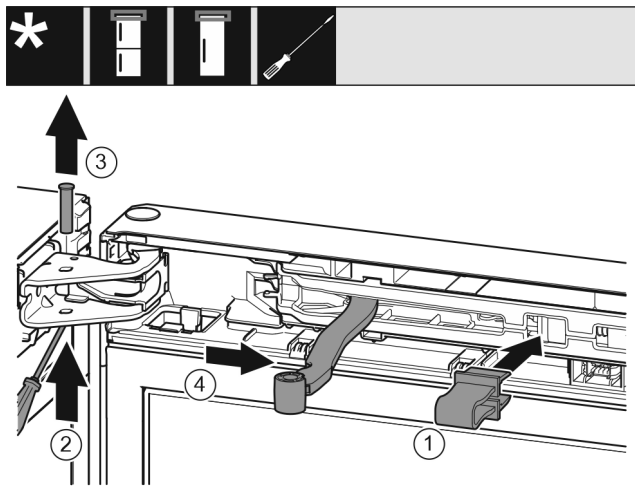

Fig. 9
- ▶ Enclencher la fixation Fig. 9 (1) dans l'ouverture.
- ▶ Dévisser l'axe Fig. 9 (2).
- ▶ Retirer l'axe Fig. 9 (3) par le haut.
- ▶ Tourner la jointure Fig. 9 (4) en direction de la porte.